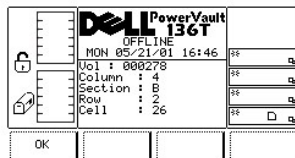

図 20. Status >Library > Media Selection > Media Details ダイアログ
- 1 **Select** ソフトキーの下にあるボタンを押すと、現在アクティブなフィールドの詳細が表示されます。 図 20 を参照してください。